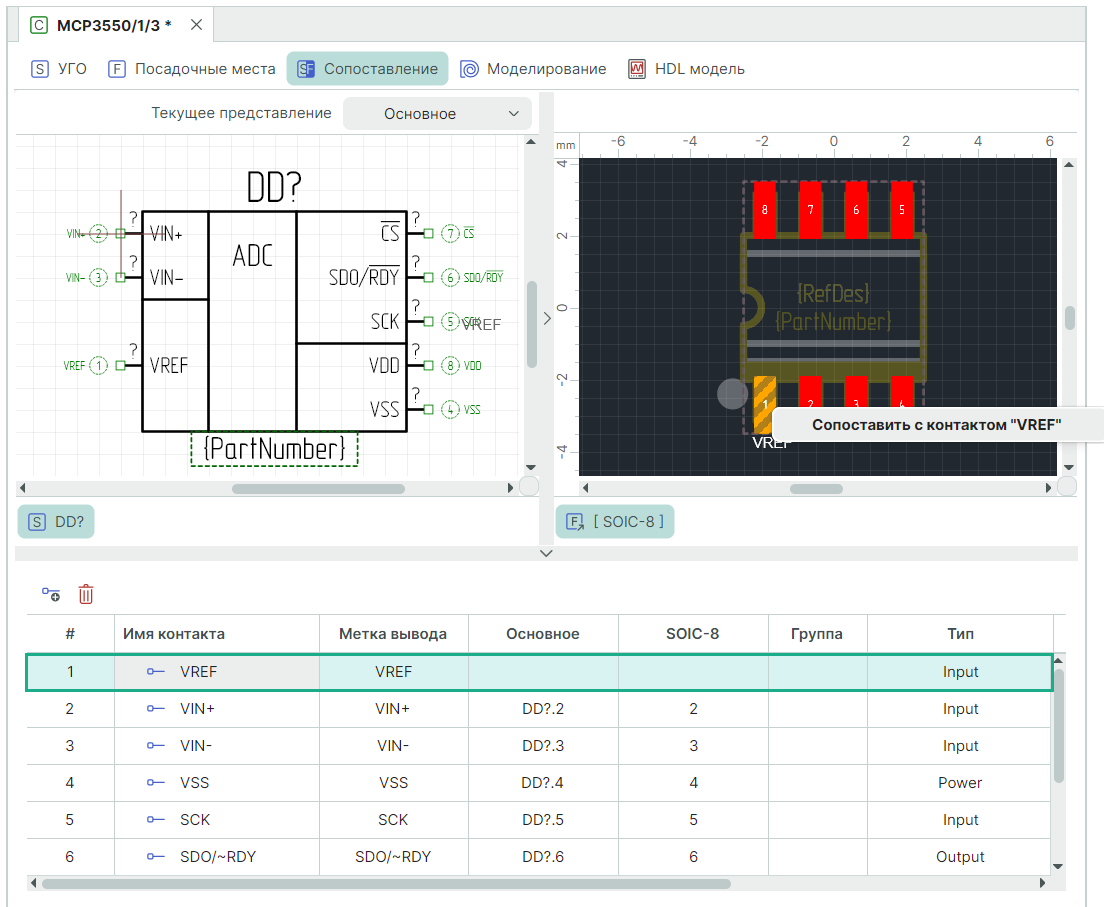

Рис. 275 Этапы сопоставления
2. Наведите курсор на вывод УГО или на контактную площадку посадочного места, нажмите правую кнопку мыши, сопоставьте с выбранным контактом, см. Рис. 275.